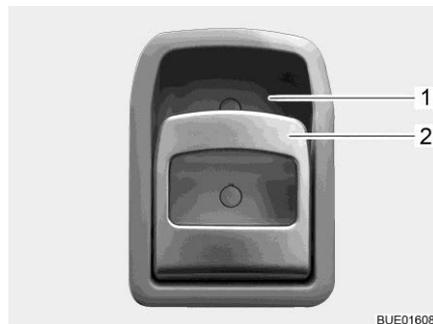

Fig. 34 Cerradura de la puerta
- Tirar del tirador (Fig. 34,2). Se desbloqueará o bien abrirá la cerradura de la puerta.
- Presionar la parte superior del tirador (Fig. 34,2) hacia el alojamiento del tirador (Fig. 34,1). Se bloqueará la cerradura de la puerta.